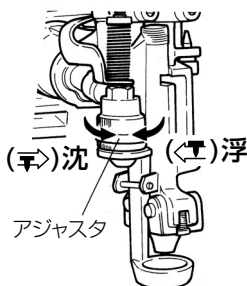

図 15
#### (1) アジャスタの調整 (図 15)
試し打ちし、釘が沈みすぎるときはアジャスタを浮く方 (マーク  $\leftarrow \uparrow$ ) に回します。釘の頭が浮くときはアジャスタを沈む方 (マーク  $\rightarrow \downarrow$ ) に回します。(図 15、16)